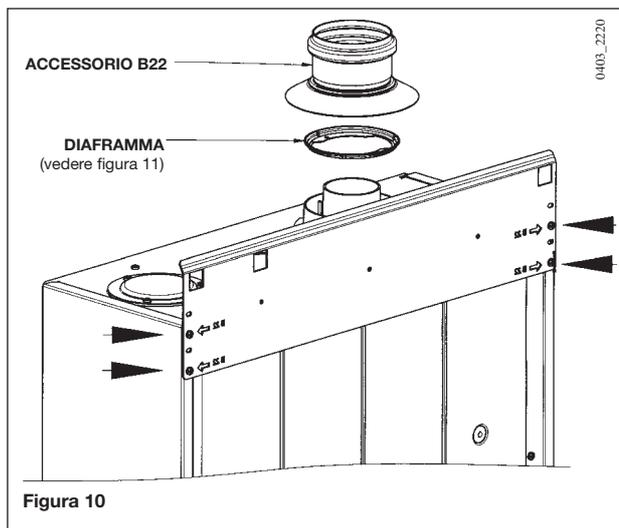

Figura 10
## CONDOTTI DI SCARICO-ASPIRAZIONE TIPO B22 (figura 10)
**IMPORTANTE:** la nuova staffa di fissaggio della caldaia alla cassa è provvista di 4 fori laterali, presenti su entrambi i lati, che sono utilizzati per fissare la stessa all'apparecchio in modo differente a seconda del tipo d'installazione. Allo stato di fornitura, la caldaia è predisposta per installazioni di tipo C (scarico coassiale o sdoppiato). Nel caso di installazioni di tipo **B22**, la staffa deve essere rimossa e fissata alla caldaia, a cura dell'installatore, utilizzando i quattro fori indicati dalle frecce stampate sulla staffa stessa (figura 10).